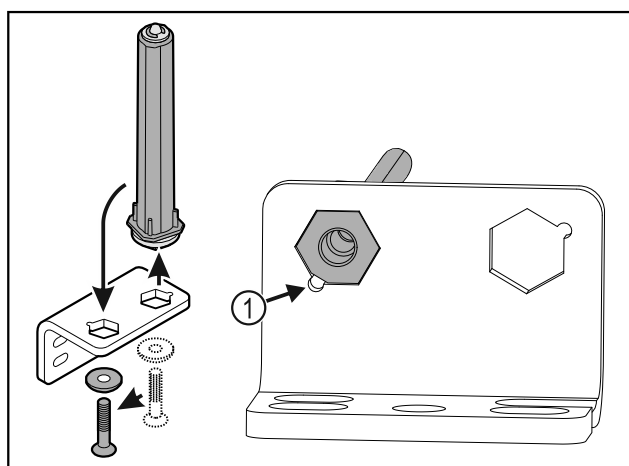

Fig. 40
- Vær derved opmærksom på, at boltens affasning Fig. 40 (1) peger mod det runde hul under isætningen.